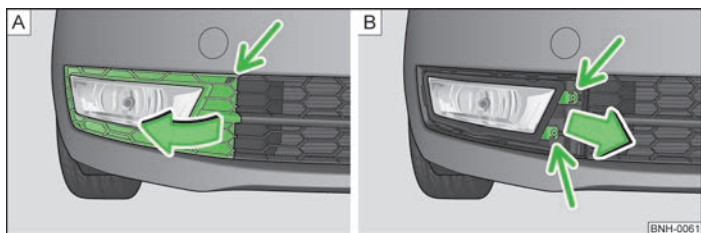

Abb. 130 Vorderer Stoßfänger: Schutzgitter / Ausbau des Nebelscheinwerfers
- Das Schutzgitter an der mit dem Pfeil gekennzeichneten Stelle » Abb. 130 - mithilfe des Bügels zum Abziehen der Radvollblenden » Seite 147, *Bordwerkzeug* lösen.
- Das Schutzgitter in Pfeilrichtung abnehmen » Abb. 130.
- Den Nebelscheinwerfer » Abb. 130 - mit dem Schraubendreher aus dem Bordwerkzeug abschrauben.
- Bei erneutem Einbau den Nebelscheinwerfer entgegen der Pfeilrichtung » Abb. 130 - einsetzen und festschrauben.